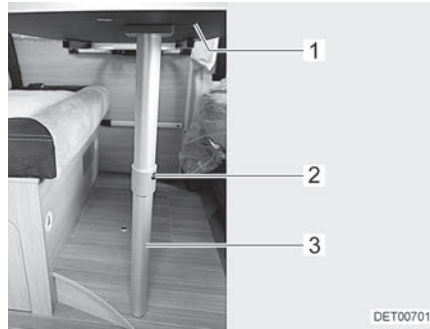

Fig. 49 Sommier de lit
- Soulever légèrement le plateau de table (Fig. 49,1) à l'avant.
- Appuyer sur le bouton de déverrouillage (Fig. 49,2) et rabattre la partie inférieure du pied de table à joint (Fig. 49,3) de 90°.